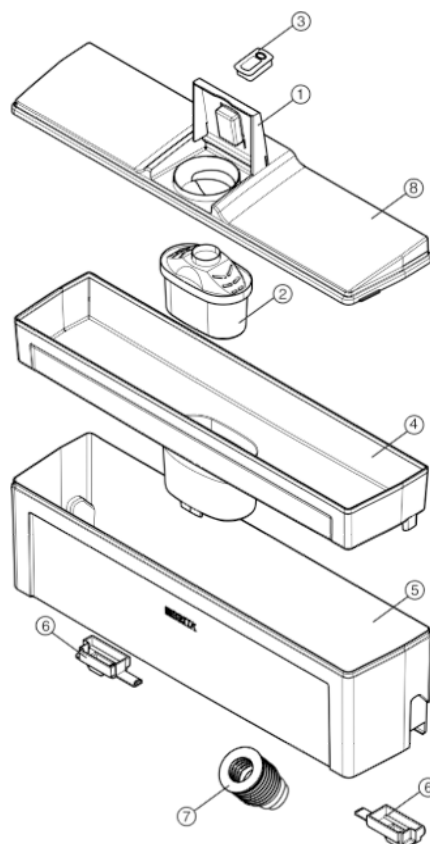

Fig. 19
- ▶ Откройте крышку *Fig. 19 (1)* вместе со встроенным индикатором замены картриджа BRITA Мемо *Fig. 19 (3)*, нажмите на него одновременно с обеих сторон и аккуратно извлеките из кожуха *Fig. 19 (8)* резервуара для воды. Ввиду риска повреждения индикатора BRITA Мемо извлекать его из крышки разрешается только с целью утилизации.
- ▶ Крышку *Fig. 19 (8)* ёмкости для воды возьмите одновременно слева и справа, поднимите вверх и отложите в сторону.
- ▶ Извлеките картридж водяного фильтра BRITA MAXTRA *Fig. 19 (2)* со сменного элемента фильтра *Fig. 19 (4)*.
- ▶ Затем возьмите сменный элемент фильтра *Fig. 19 (4)* по середине и извлеките его из резервуара для воды *Fig. 19 (5)*.
- ▶ Фиксаторы *Fig. 19 (6)* на дне ёмкости для воды сдвиньте к центру бака воды.
- ▶ Ёмкость для воды *Fig. 19 (5)* осторожно вытяните вверх, и воду (если она имеется) слейте в раковину.
Жидкости, содержащие сахар, такие как прохладительные напитки, фруктовые соки и т.п., приводят к склеиванию клапана для воды *Fig. 19 (7)* и, таким образом, к полному прекращению его работы и, как следствие, к повреждению дозатора воды.
- ▶ Извлеките бак для воды из двери холодильной камеры и разберите его. Тщательно промойте водой и вытрите досуха мягкой тканью все компоненты, кроме картриджа водяного фильтра BRITA MAXTRA *Fig. 19 (2)* и крышки *Fig. 19 (1)* с индикатором замены картриджа BRITA Мемо *Fig. 19 (3)*.
- ▶ Поскольку индикатор замены картриджа BRITA Мемо *Fig. 19 (3)*, установленный на крышке *Fig. 19 (1)* кожуха бака для воды, не должен контактировать с водой, аккуратно очищайте крышку *Fig. 19 (1)* только при помощи влажной мягкой ткани, стараясь не задеть при этом сам индикатор замены картриджа BRITA Мемо *Fig. 19 (3)*.
- ▶ Фиксаторы *Fig. 19 (6)* сдвиньте наружу.
- ▶ Снимите с картриджа водяного фильтра BRITA MAXTRA *Fig. 19 (2)* защитную пленку. Опустите картридж в холодную воду и слегка встряхните его, чтобы удалить все пузырьки воздуха. Не замачивайте картридж MAXTRA перед использованием.
- ▶ Снимите кожух *Fig. 19 (8)* резервуара для воды и установите картридж водяного фильтра MAXTRA *Fig. 19 (2)* по середине сменного элемента фильтра *Fig. 19 (4)*, надежно его зафиксировав.
- ▶ Крышку *Fig. 19 (8)* ёмкости для воды установите на место и затем откройте клапан *Fig. 19 (1)*.
- ▶ Заполните сменный элемент фильтра *Fig. 19 (4)* 2 литрами воды в третий раз и оставьте ее отфильтроваться. Теперь питьевая вода, очищенная при помощи фильтра BRITA, готова к употреблению.
- ▶ Закройте клапан *Fig. 19 (1)* и запустите индикатор замены картриджа "Brita Мемо" *Fig. 19 (3)*.
- ▶ Чтобы было проще заполнять бак для воды после его установки в дверь холодильной камеры, можно использовать сосуд с насадкой для выливания дозированной порции жидкости. При этом не заливайте в сменный элемент фильтра *Fig. 19 (4)* больше 2 литров водопроводной воды.
- ▶ Сменный элемент фильтра *Fig. 19 (4)* можно заполнить снова, только когда вся эта вода пройдет через фильтр.